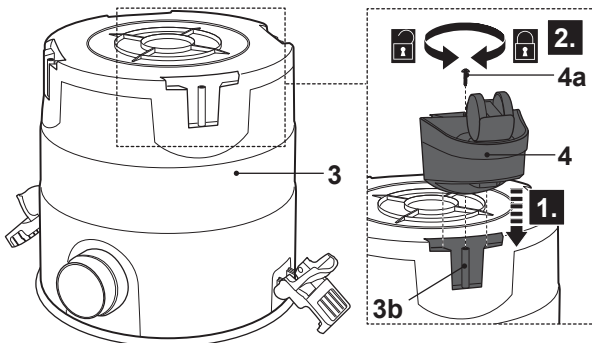

Fig. 3
- > Coloque o depósito (3) ao contrário numa superfície nivelada e estável.
- > Alinhe e deslize as rodas (4) para os suportes da roda (3b). Segure a ligação com os parafusos (4a) utilizando uma chave de fendas adequada (Fig. 3).